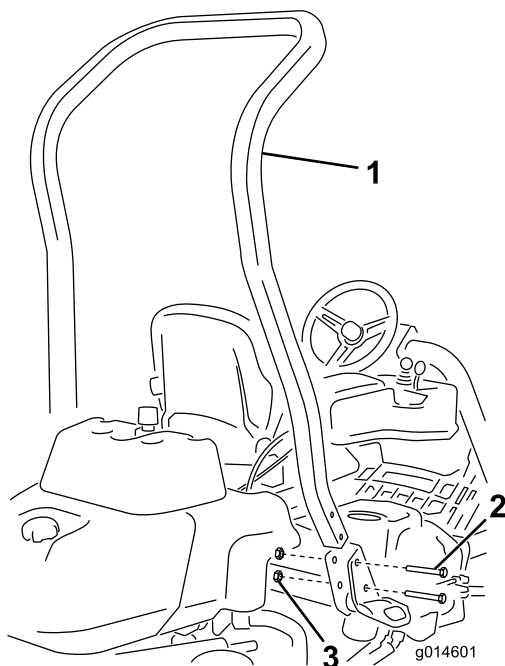

Figura 3
3. Installate il roll bar nelle tasche su ambo i lati della macchina utilizzando 4 bulloni (½" x 3¾") e 4 dadi flangiati (½") come mostrato in Figura 3.